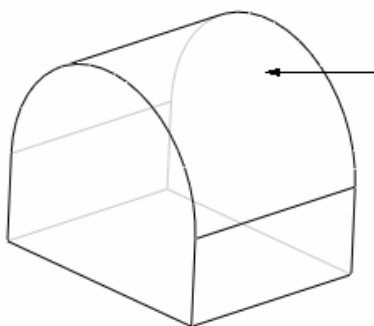
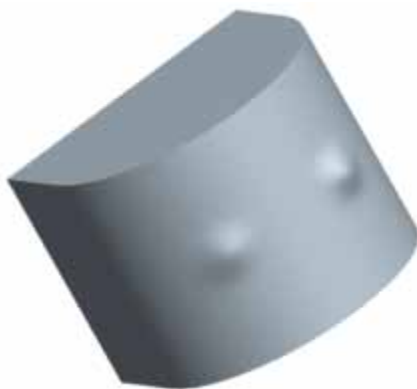

图 25-5
图 25-6
- (4) 选择图 25-5 中箭头指示的表面，该表面产生如图 25-6 所示的局部推拉特征。